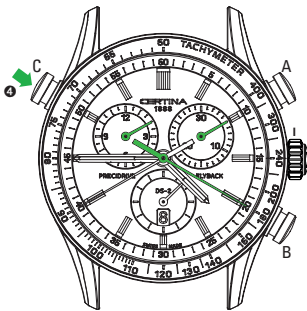

Abb. 7
**Ablesen der Zwischenzeit 2 (gemäß Abb. 7)**